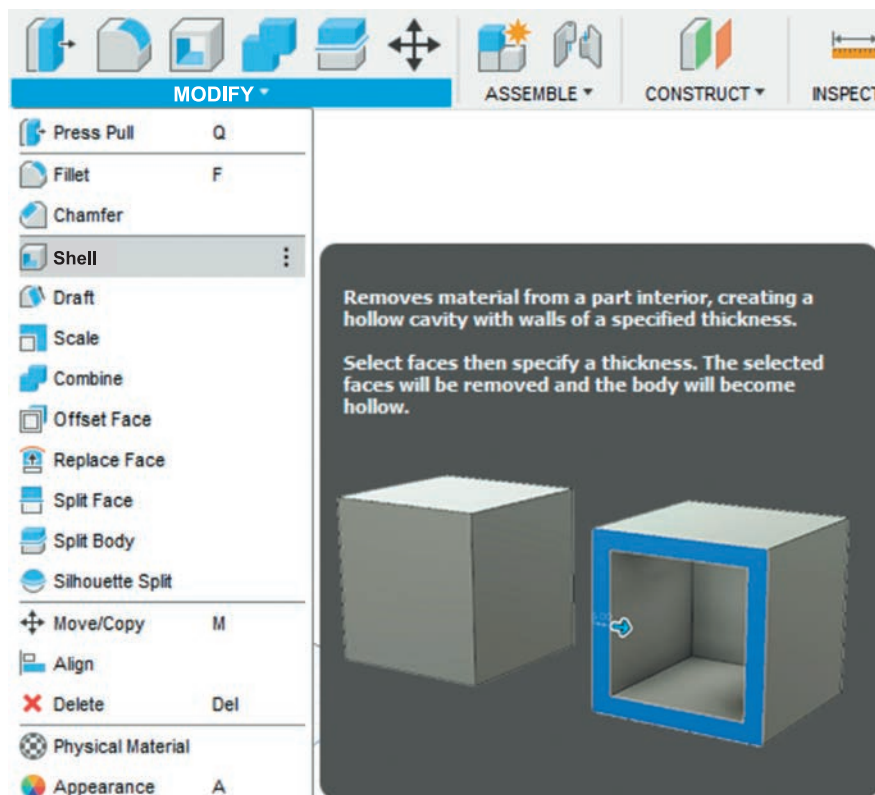

Рис. 44. Инструмент **Shell** (оболочка)
2.17. Перед созданием резьбы необходимо сделать нашу канистру полой. Для создания полости воспользуемся инструментом **Shell** из группы **Modify** (рис. 44).